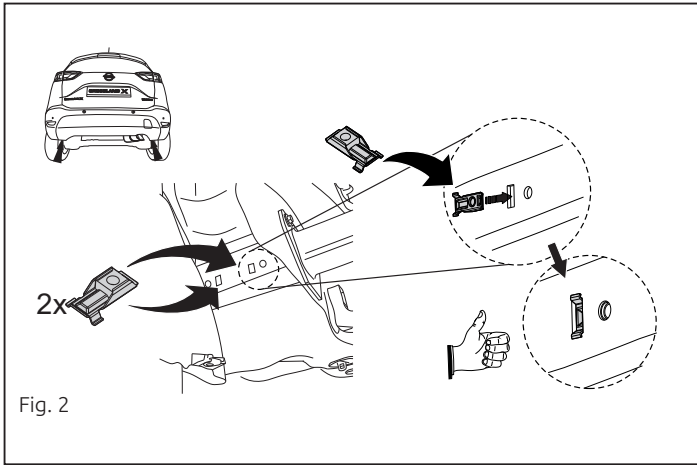

Fig. 2
6. Поставить гайки от кузовав точках В и F. См. рисунок 2.